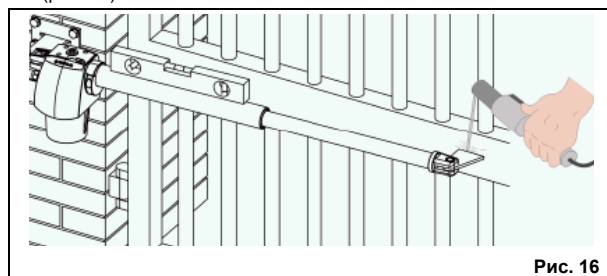

Рис. 16
9. Прижать шток привода и передним кронштейном к створке ворот (рис. 16).
10. Проверить горизонталь по строительному уровню и приверить передний кронштейн к створке ворот в двух точках (рис. 16).